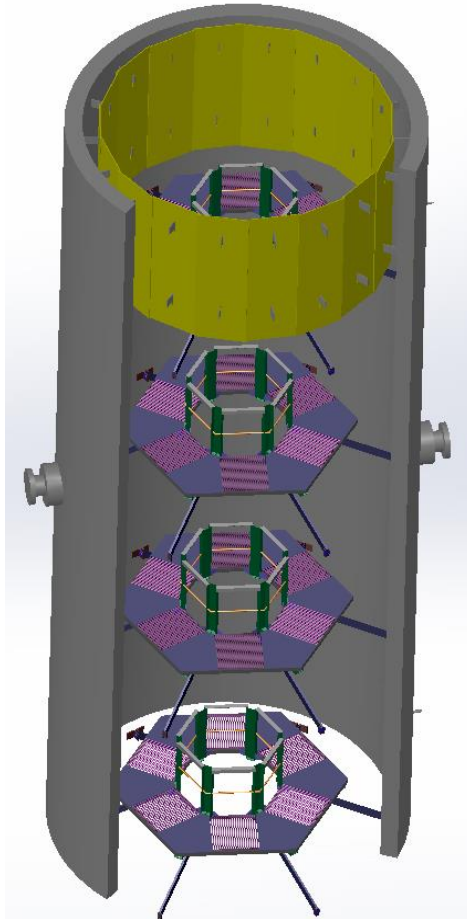
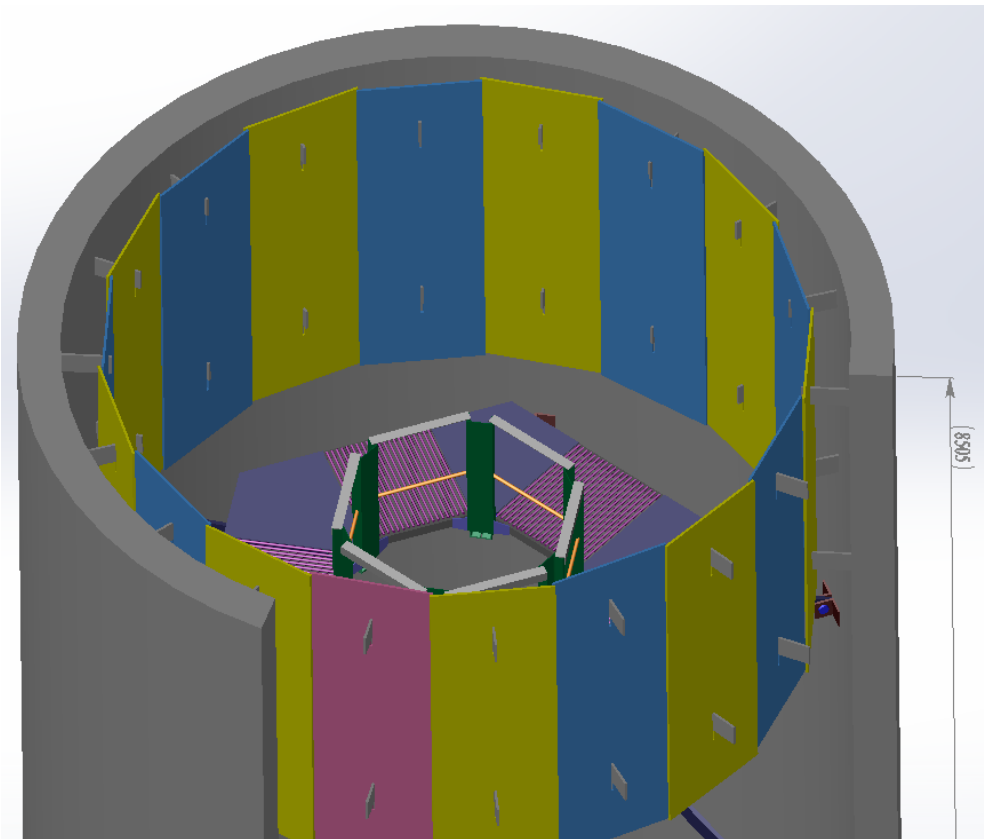
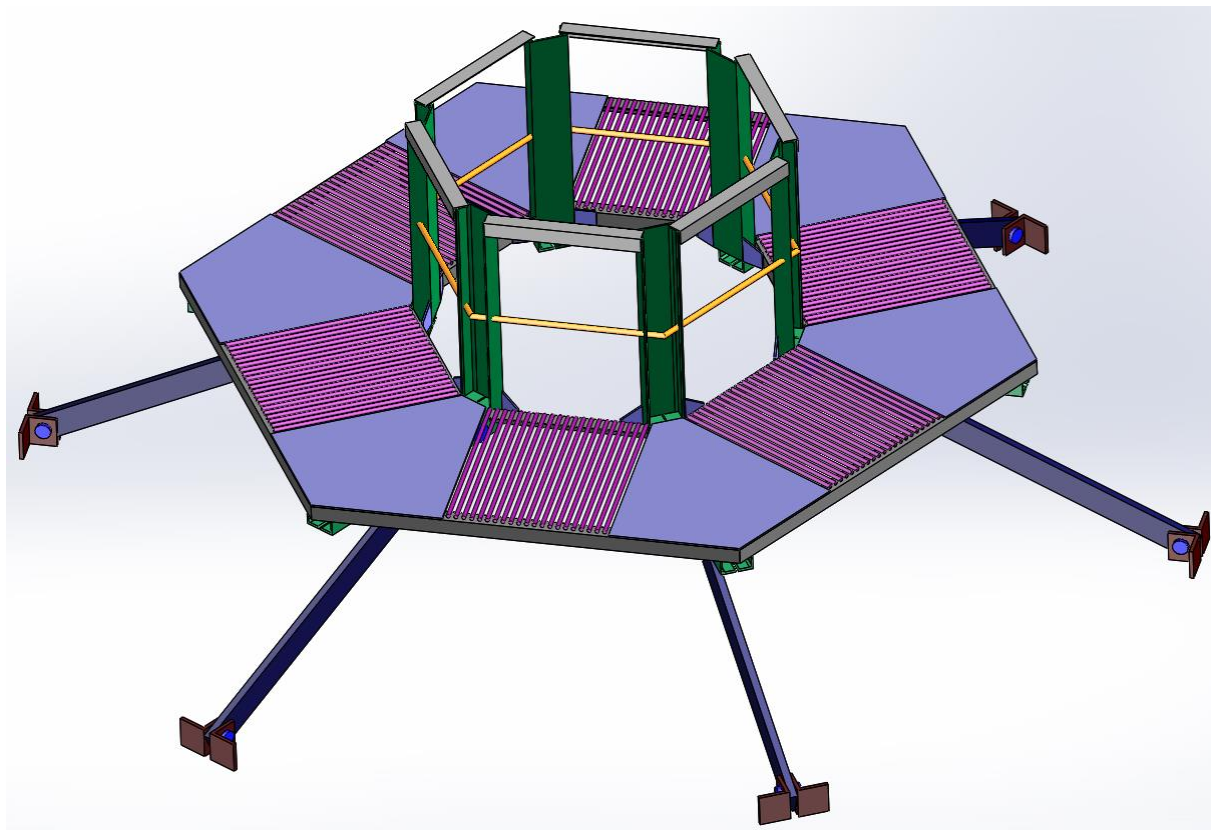

Рис. 1.2 Загальний вигляд корпусу компенсатора тиску (а) та вид внутрішньокорпусних пристроїв (б).
Рис. 1.3 Загальний вигляд системи віддзеркалюючих екранів.
Рис. 1.4 Загальний вигляд платформи для обслуговуючих робіт.
2. Корпус компенсатора тиску складається з товстостінної циліндричної оболонки з внутрішньою плакіровкою з нержавіючої аустенітної сталі (рис. 1.2), систему віддзеркалюючих екранів (рис. 1.3) та площадки обслуговування (рис. 1.4).